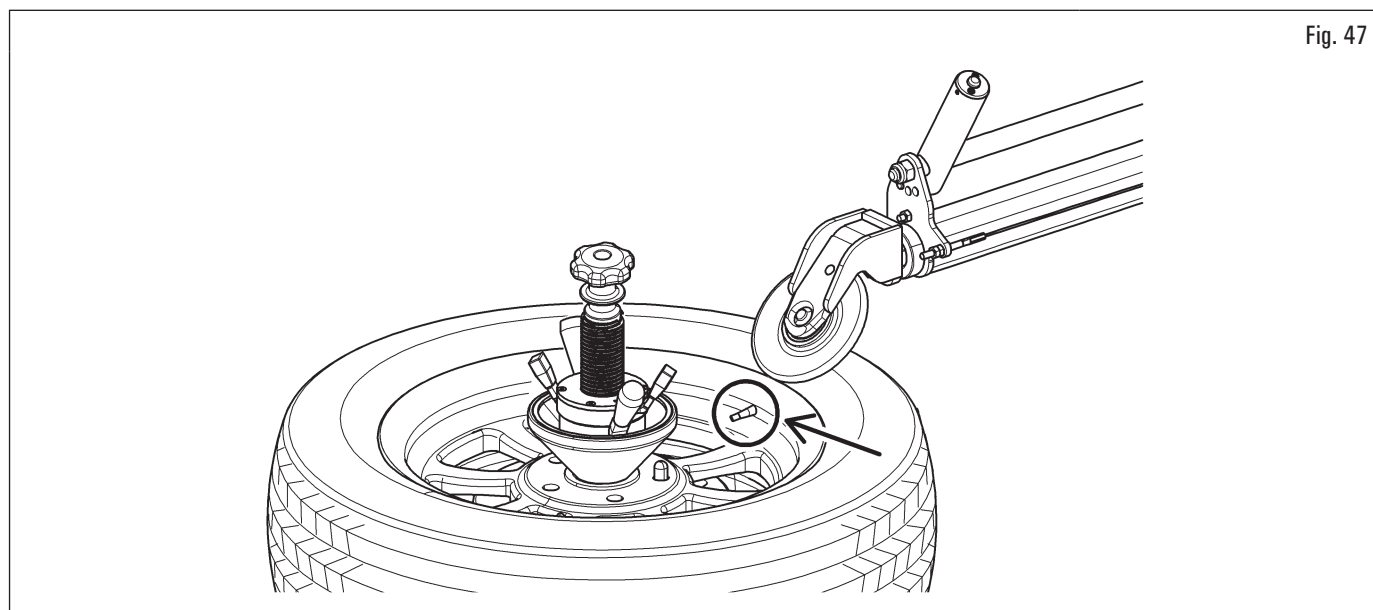

Fig. 47
4. attivare la rotazione della ruota fino a posizionare la valvola in corrispondenza del rullo stallonatore superiore (Fig. 47);